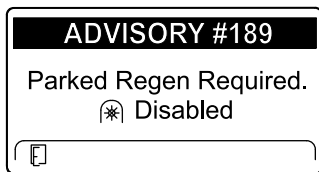

図 55
- 時間以内に駐車再生を行わないと、インフォセンターに駐車再生要求が表示され、PTOが無効化され、アドバイス No.189 が表示されます 図 55。